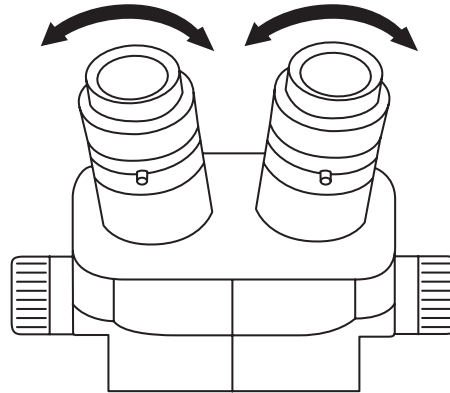

Figura 4.
**2. Movimiento:** Sujete los tubos oculares y gírelos o muévalos (aumentando o reduciendo la separación) como se muestra en la Figura 4.